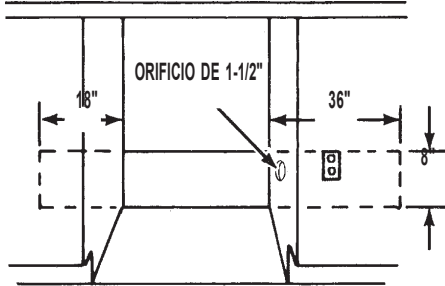

FIGURA 1
1. El tomacorriente deberá estar a una distancia razonable de la lavavajillas a fin de que el cable llegue sin tensarse excesivamente. Vea las líneas punteadas en la figura 1.
2. De ser necesario, corte un orificio de 1-1/2" (4 cm) de diámetro en las paredes laterales del gabinete para que el nuevo cable pueda pasar. Vea la figura 1.